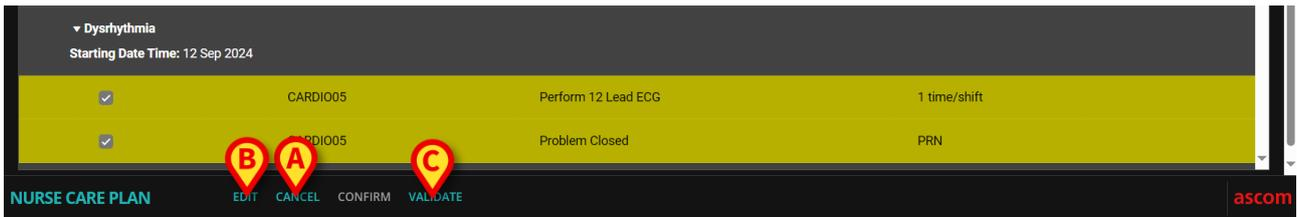

Fig 11
La pantalla cambia de la siguiente manera (Fig 11):
De este modo, los cambios se guardan, pero no se aplican al Plan activo hasta que se valida el nuevo plan. En esta fase todavía es posible descartar los cambios realizados (botón **Cancel** -Fig 11 **A**) o realizar cambios adicionales antes de la validación (botón **Edit** de nuevo -Fig 11 **B**).
- Haga clic en **Validate** (Validar) (Fig 11 **C**).
- 7) Haga clic en **Validate** (Validar) (Fig 11 C).